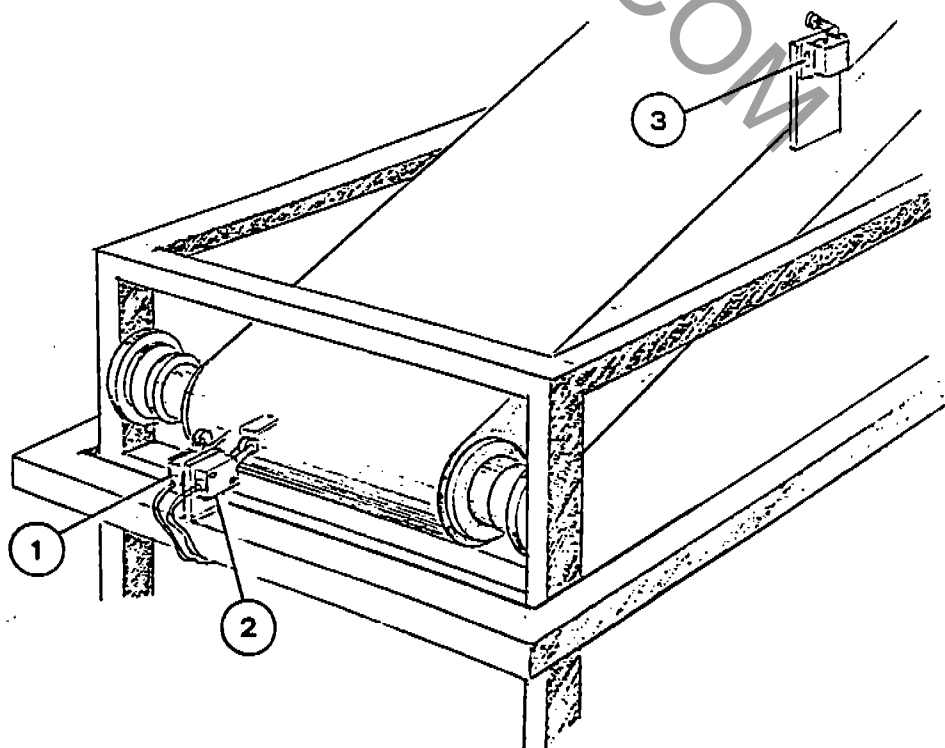

Fig. 10
3.6 - Adjustment of limit microswitches (Fig. 10)
- a) "Fully down" attraction limit switch (1): this should be activated when in lowering stage the cylinders have a travel of about 1 cm still to go.
3.6 - Regolazione microinterruttori fine corsa (Fig. 10)
- a) Micro fine corsa giostra "tutto giù" (1): deve intervenire quando, in fase di discesa, i cilindri devono compiere ancora circa 1 cm di corsa.
- b) Micro fine corsa giostra "tutto su" (2): deve intervenire quando, in fase di salita, i cilindri devono compiere ancora 1 o 2 cm di corsa.
- c) Micro fine corsa rotazione giostra (3): deve compiere una manovra ad ogni giro del centro giostra; il tastatore del micro viene intercettato da apposita camma saldata sul centro rotante.